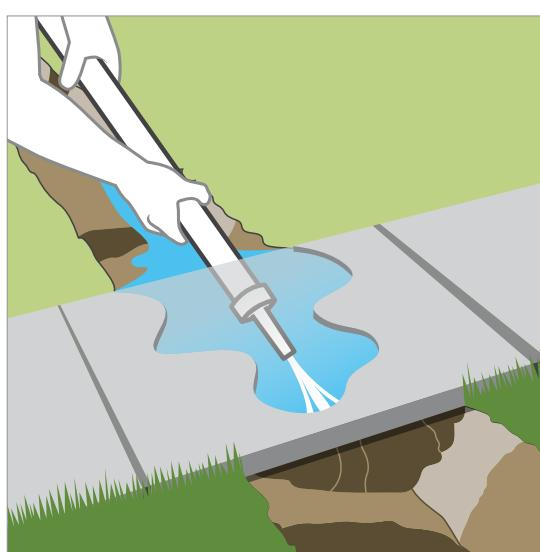

Figura 3
5. Instalación de la tubería debajo de un camino o una vía de acceso: Método de perforación por chorro de agua — Usando un adaptador a rosca de tubería a manguera, conecte un extremo de la tubería a una manguera de jardín y coloque una boquilla de manguera de chorro pequeño en el otro extremo. Encienda el agua e introduzca el chorro bajo el pavimento Figura 3.